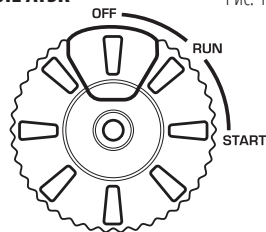

Рис. 1
- 4.2 Для запуска электростартом нажмите красную кнопку на многофункциональном выключателе двигателя. (Рис. 1)
5. После запуска двигателя верните колесо многофункционального выключателя в положение RUN (рис. 1)